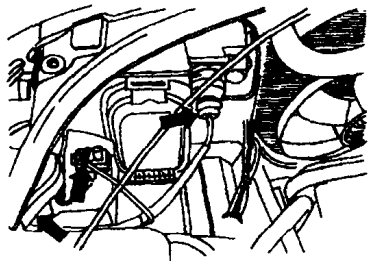

图 1-5
(5) 拔掉前照灯线束插接头和散热器风扇区域温度传感器线束插接头，如图 1-5 所示。